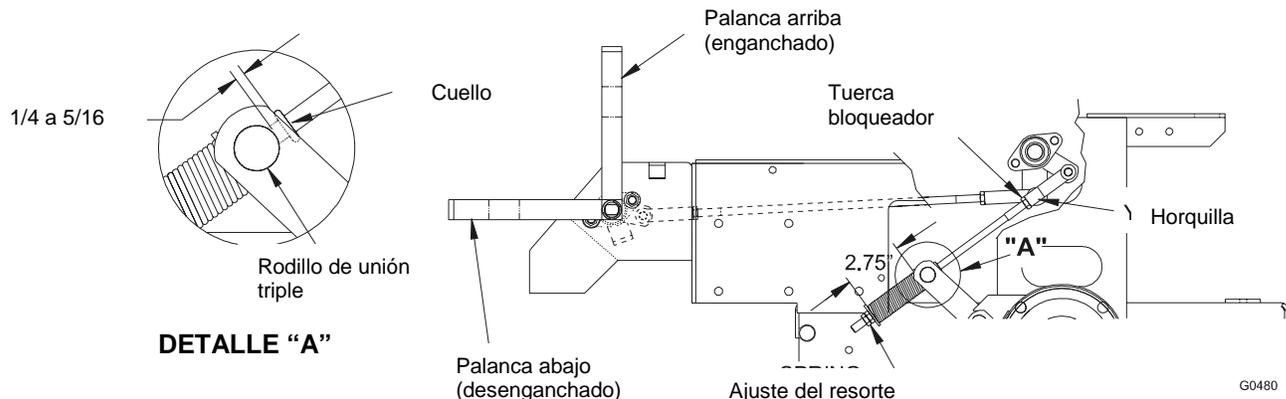

FIGURA 8
- b) Mida el largo del resorte. La medida entre las arandelas debe ser 2.75" (7.0 cm). (Vea Figura 8).